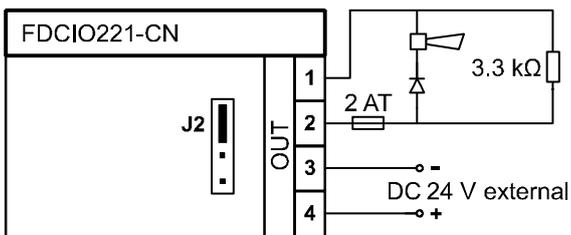

图 10
- 输出“正常模式”：图 10
- DC 24 V 电源：图 10/图 11
4. 根据输出方式，进行 J1/J2 跳线 (图 10、图 11 和图 12)。